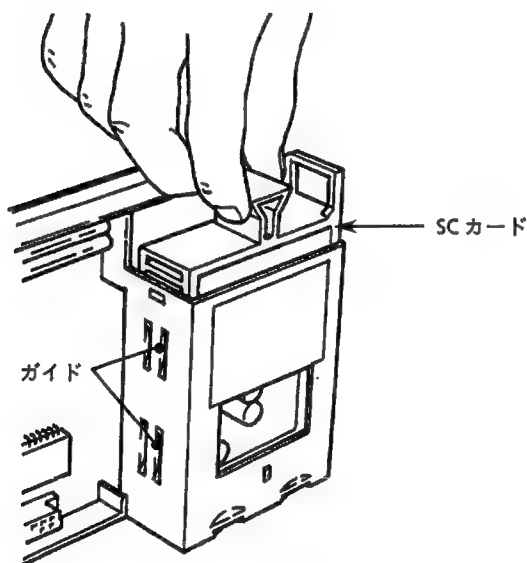

図11.6 SCカードの交換
- ①フロントパネルをスイングアップし、内器を引き出します。
- ②SCカードの上部中央にある引き上げノブを持ち、(熱電対入力SCカードの場合、RJC用ケーブルに注意しながら)カードを引き上げます(図11.6参照)。